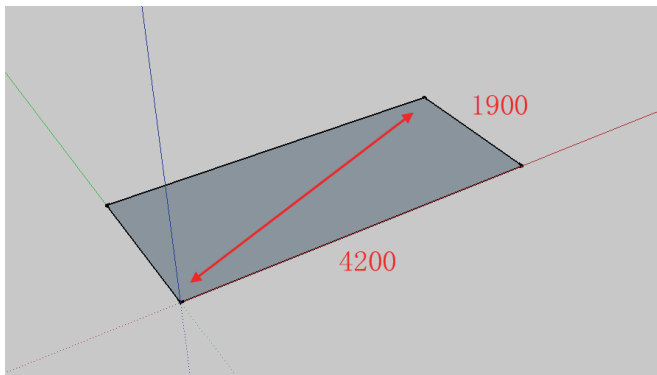

图 2.1 绘制矩形
(1) 绘制矩形。按 R 快捷键发出“矩形”命令，在坐标轴原点处选择第一个点，输入矩形尺寸 4200mm 和 1900mm，如图 2.1 所示。